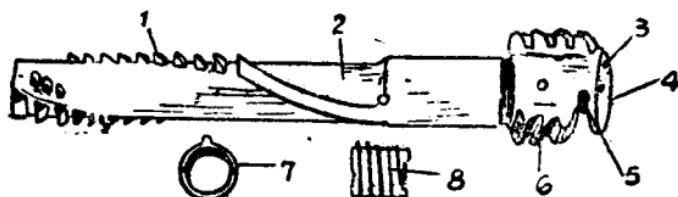

图5 带撞針套管的机头
①机柄 用以操縱枪机。
②保险机 待击发状态时，保险片向前，保险軸的圓部向下，卡住机尾，使机尾不能向前，向后也不能打开枪机，成保险状态。
③枪机滑槽 引导枪机在枪机诱导稜内运动，为拨壳挺通路。
④小突筍 位于机体下方，击发时被击发机卡鉄所阻，协助閉鎖。
⑤螺形凹槽 共四条，誘導帶撞針套管的机头旋轉。
⑥鋸齒形斜突稜 用以卡住撞針套管，使其不能任意轉動。
⑦抓子鈎滑槽 容納抓子鈎。
2. 在帶撞針套管的机头（图5）上有：